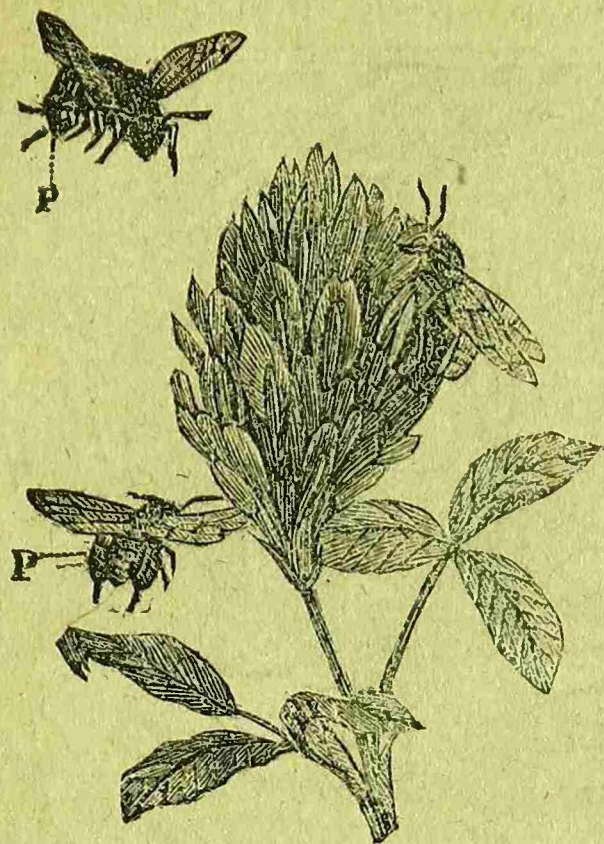

Fig. 36.
28.—**Las abejas.**—Si durante un día hermoso de primavera emprendemos un paseo por la campiña, veremos allí á las abejas revoloteando sobre las flores (fig. 36.) ¿En qué se ocupan, pues? Miremos una que se posa en una flor, hunde en ella la cabeza y permanece así durante algunos momentos, antes de pasar á otra flor. Recoge así las gotitas azucaradas que vemos en las flores y que á la luz del sol brillan como perlas; después regresa, á todo vuelo, á la colmena, para depositar en ella el licor azucarado que ha de convertirse en miel.
de las patas, recogen el polvo amarillo de las flores, llamado *polen*; con él hacen dos bolitas que se llevan adheridas á sus patas traseras (fig. 36. p).